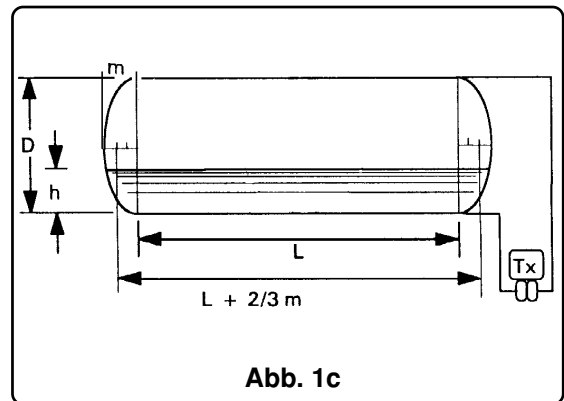

Abb. 1c
c) Zylindrische Behälter mit elliptischen oder pseudoelliptischen Böden (siehe Abb. 1c). Der Messumformer misst die gesamte Höhe des Behälters.